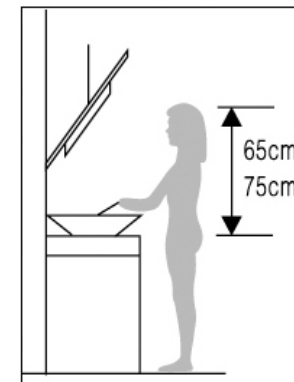

Abb. 1
1. Um ihre optimale Wirkung zu erzielen, sollte die Abzugshaube in einem Abstand von 65-75 cm von der Kochstelle montiert werden (siehe Abb. 1).